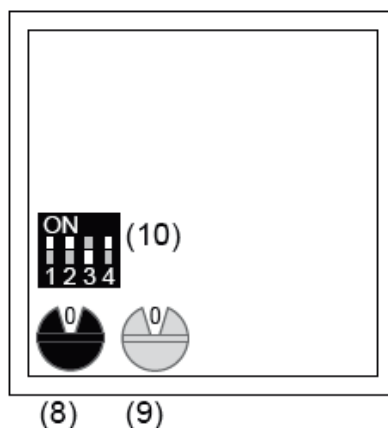

Bild 3: Dreh- und DIP-Schalteneinstellung
- Am Tasten-Aufsatz die Gruppenadresse 0-F des schwarzen Drehcodierschalters (Bild 3, 8) entsprechend der Einstellung am BTE-116 Tastenexpander einstellen.
- Am Tasten-Aufsatz die Teilnehmeradresse des blauen Drehcodierschalters (Bild 3, 9) entsprechend des Türruf-Anschlusses am BTE-116 Tastenexpander einstellen.
- Den DIP-Schalter für Betriebsarten (Bild 3, 10) entsprechend nachfolgender Tabelle 2 einstellen.